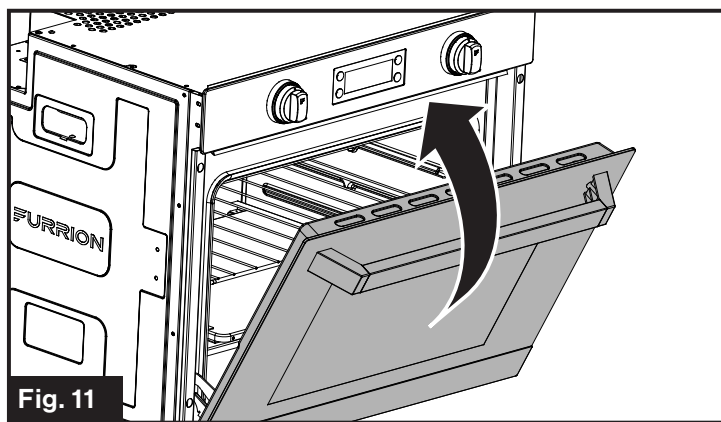

Fig. 11
4. Cierre la puerta hasta que se detenga. (Fig. 11)